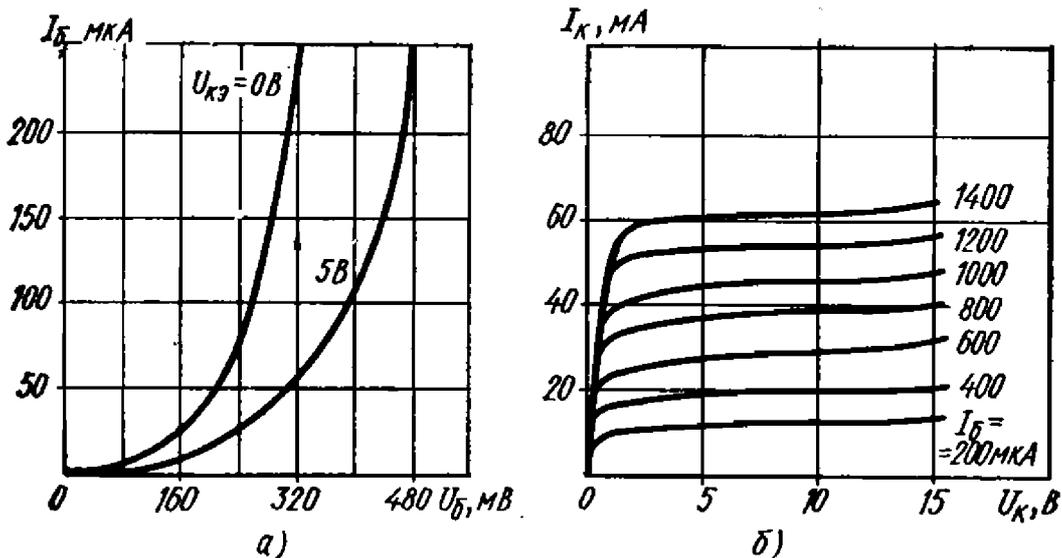
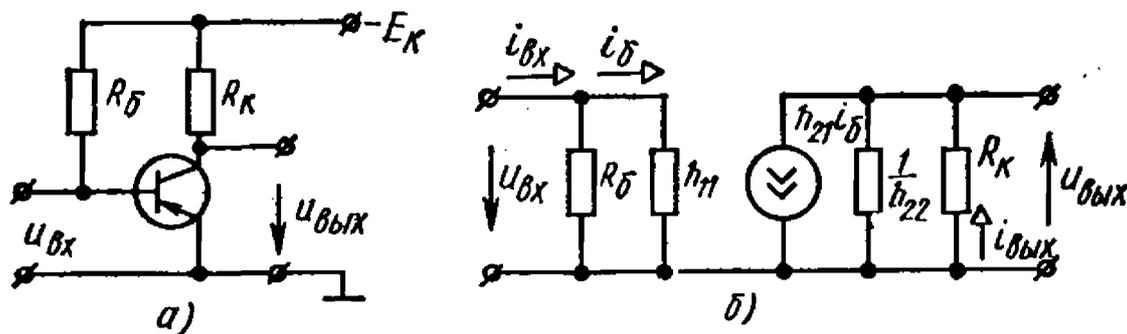

Рис. 13.6
Рис. 13.11
13.6. По входным (рис. 13.6, а) и выходным (рис. 13.6, б) характеристикам транзистора П416, включенного по схеме с общим эмиттером, определить h -параметры для $U_{к} = 5$ В и $I_{б} = 200$ мкА. Ответ. $h_{11} = 500$ Ом; $h_{12} = 30 \cdot 10^{-3}$; $h_{21} = 40$; $h_{22} = 3 \cdot 10^{-4}$ См.
13.11. На рис. 13.11, а приведена схема усилительного каскада с общим эмиттером на транзисторе ГТ322А. Рассчитать сопротивление резистора R_6 , при котором рабочая точка в режиме покоя усилителя будет находиться на середине линейных участков входной и выходной характеристик, если $E_k = 10$ В и $R_k = 1$ кОм. Определить коэффициенты усиления: по напряжению K_U , току K_I , мощ-
При $h_{12} = 0$ используем упрощенную схему замещения усилительного каскада (рис. 13.11, б), по которой можно легко рассчитать значения $R_{вх}$, $R_{вых}$, K_U , K_I , K_P :
13.12. В усилительном каскаде с общим эмиттером на транзисторе П416 коллекторный резистор имеет сопротивление $R_K = 2500 \text{ Ом}$, а э. д. с. $E_K = 15 \text{ В}$ (рис. 13.11). Определить сопротивление резистора R_6 для обеспечения режима работы А усилительного каскада. Найти K_U , K_I , K_P , $R_{вх}$, $R_{вых}$, воспользовавшись значениями h -параметров транзистора П416, найденными в задаче 13.6, и выходными характеристиками, приведенными на рис. 13.6, построив по ним переходную характеристику.